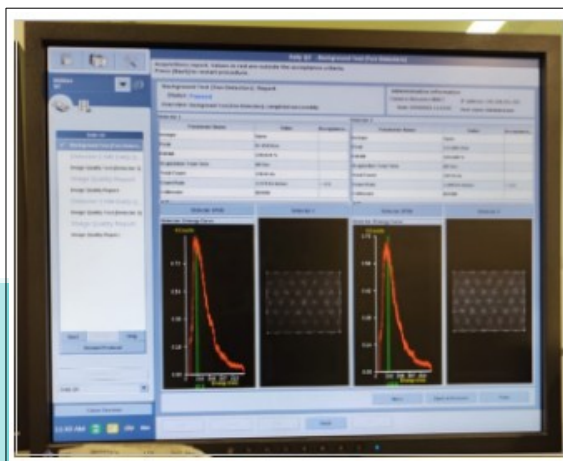

Figura 10 – Interface com os resultados do teste de radiação de fundo
8. Anotar os valores de “Count Rate” para cada detector, conforme Figura 10, no campo “Radiação de fundo (kcps)” da planilha;